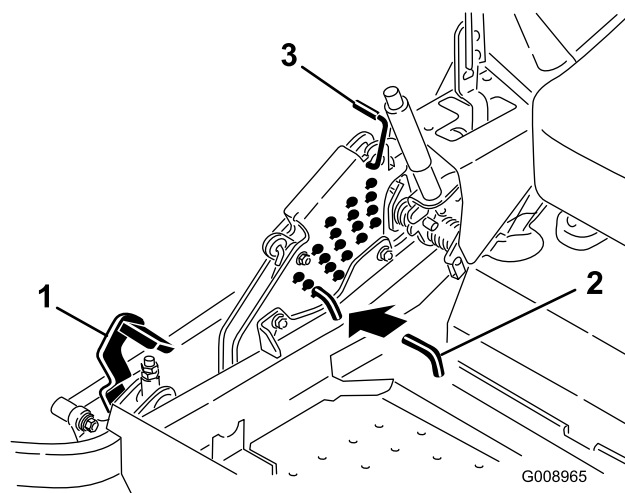

Figure 86
5. Enfoncez la pédale de relevage du tablier de coupe au maximum pour verrouiller le tablier à la position de transport de 14 cm (5,5 po) (Figure 86).